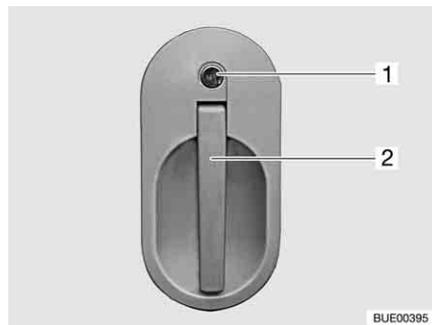

Fig. 37 Cerradura de la puerta del conductor, en el exterior
- Introducir la llave en el cilindro de cierre (Fig. 37,1) y girarla hasta que esté desbloqueada la cerradura de la puerta.
- Tirar del tirador de la puerta (Fig. 37,2). La puerta está abierta.
- Introducir la llave en el cilindro de cierre (Fig. 37,1) y girarla hasta que esté bloqueada la cerradura de la puerta.